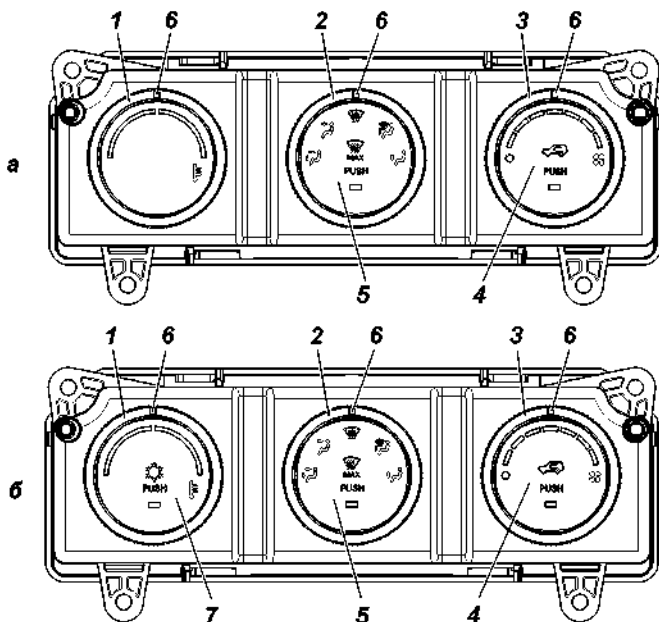

Рис. 3.22. Пульт управления отопителем:
Отопление, вентиляция и кондиционирование салона управляются пультами (рис. 3.22 а,б), которые являются основными устройствами управления.
### Пульт управления (рис. 3.22)
**2 — поворотный переключатель распределения потоков воздуха (рис. 3.22 а, б).**
**4 — кнопочный переключатель режима «приточный воздух-рециркуляция» (рис. 3.22) со световым индикатором.**
**7** — **кнопочный переключатель режима кондиционирования** (рис. 3.22 б) со световым индикатором.
С помощью поворотного переключателя 3 (рис. 3.22) можно установить необходимую скорость потока воздуха, поступающего в салон через дефлекторы и воздуховоды. Для уменьшения попадания в салон через неплотности пыли и наружного воздуха с нежелательной температурой рекомендуется всегда включать вентилятор не ниже 3-й скорости. При увеличении количества пассажиров в салоне рекомендуется увеличить скорость вентилятора для исключения возможного запотевания стекол.
#### *Режимы работы пульта управления (рис. 3.22)*
При вращении переключателя вентилятора 3 (рис. 3.22) в пределах делений 1 и 8, система включается на ручную регулировку, и скорость вентилятора повышается на одно деление вверх и вниз в пределах делений.
**Режим «Интенсивного обогрева ветрового стекла»** включается переключателем 5 (рис. 3.22), передавая сигнал на пульт, который формирует и передает на исполнительные устройства управляющие сигналы, необходимые для перехода пульта в данный режим.
В этом режиме пульт переводит заслонку воздухораспределения в положение «На стекло», заслонку подмешивания в положение, соответствующее 8-мой позиции переключателя 1 (рис. 3.22). Вращение вентилятора при этом происходит со скоростью, соответствующей 7-мой позиции переключателя 3. В данном режиме работы пульт не реагирует на изменения положений поворотных переключателей.
Включение кондиционера производится нажатием кнопки 7 (рис. 3.22 б).
Для более эффективного охлаждения, кнопкой 4 (рис. 3.22) включается режим рециркуляции (забор воздуха будет осуществляться из салона автомобиля).
с целью исключения перегрева двигателя, возможны автоматические отключения компрессора кондиционера со снижением эффективности охлаждения салона. Для повышения эффективности работы кондиционера при данных условиях эксплуатации, рекомендуется уменьшить скорость вентилятора климатической установки поворотом переключателя 3 (рис. 3.22) и включить режим «рециркуляции воздуха».